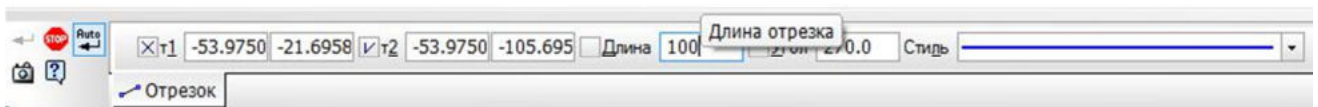

Рис. 1 Автосоздание объекта
- ☐ обратите внимание на панель **Специального** управления, кнопка **Автосоздание** объекта по умолчанию нажата. Пока она находится в этом состоянии, все объекты создаются немедленно после ввода параметров, достаточных для построения (рис. 1);